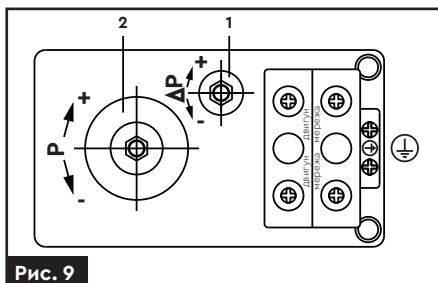

Рис. 9
5. Проверніть гайку на пружині (2) (рис. 9) за годинниковою стрілкою. Таким чином, досягається установка більш високої межі відключення насоса по необхідній величині тиску в системі водопостачання.
8. Проверніть гайку (1) (рис. 9) проти годинникової стрілки. Таким чином, збільшується різниця між режимом ввімкнення і вимкнення реле насоса.
Регулювання реле тиску здійснюється зміною жорсткості пружин реле. Обертанням за або проти годинникової стрілки двох гайок, позначених як «P» і «ΔP» (рис. 9), здійснюється регулювання меж значень тиску у системі. Гайка «P» змінює значення тиску ввімкнення. Гайка «ΔP» регулює різницю між тиском ввімкнення та тиском вимкнення. Заводське налаштування величини $\Delta P = 1,4$ бар. Наприклад, після того, як ви змінили за допомогою гайки «P» значення $P_{\text{ввімк}} = 2$ бар, тиск вимкнення $P_{\text{вимк}} = P_{\text{ввімк}} + \Delta P = 2 + 1,4 = 3,4$ бар.